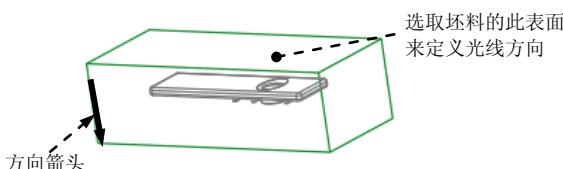

图 1.5 定义投影的方向
- (1) 在“阴影曲面”对话框中双击Direction(方向)元素，系统弹出“一般选择方向”菜单。
- (2) 在▼GEN SEL DIR(一般选择方向)菜单中选择Plane(平面)命令。
- (3) 在系统选择将垂直于此方向的平面的提示下，选取图1.5所示的坯料表面；将投影的方向切换至图1.5中箭头所示的方向，然后选择Okay(确定)命令。